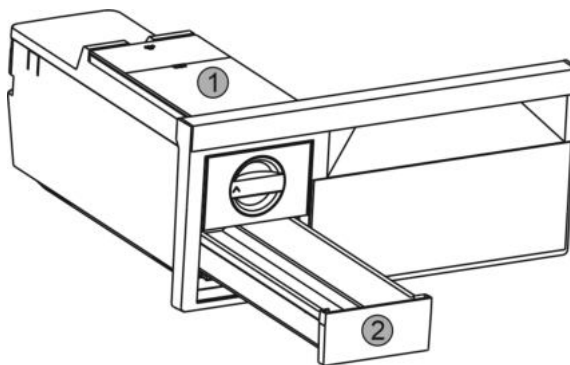

Fig. 47
- ▶ Извадете резервоара за вода Fig. 47 (1) и чекмеджето за ледени кубчета Fig. 47 (2).